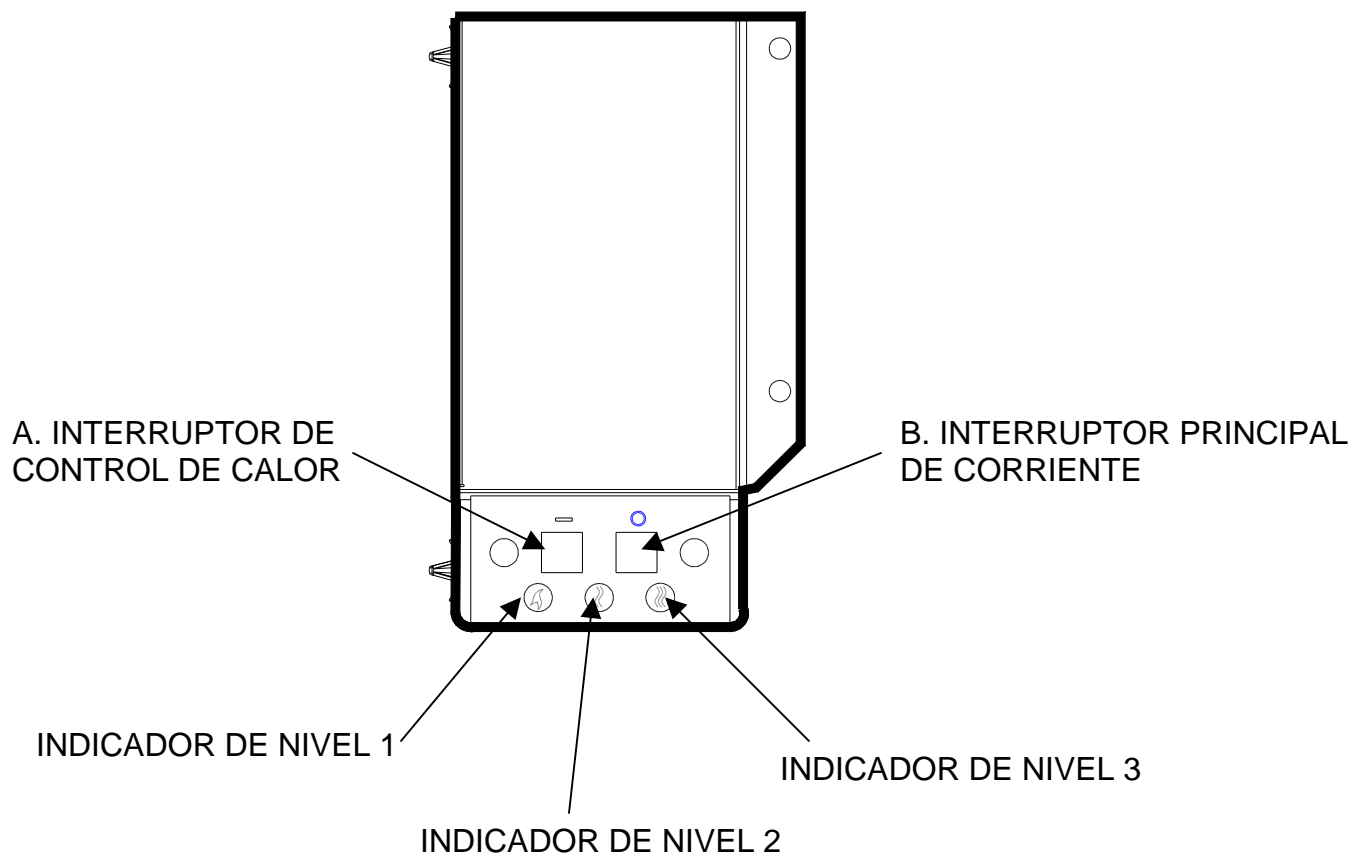

FIGURA 3
2. Quite los dos tornillos en el soporte de los troncos y apártelos. (FIGURA 3)
3. Localice los controles manuales, refiérase a la FIGURA 3.